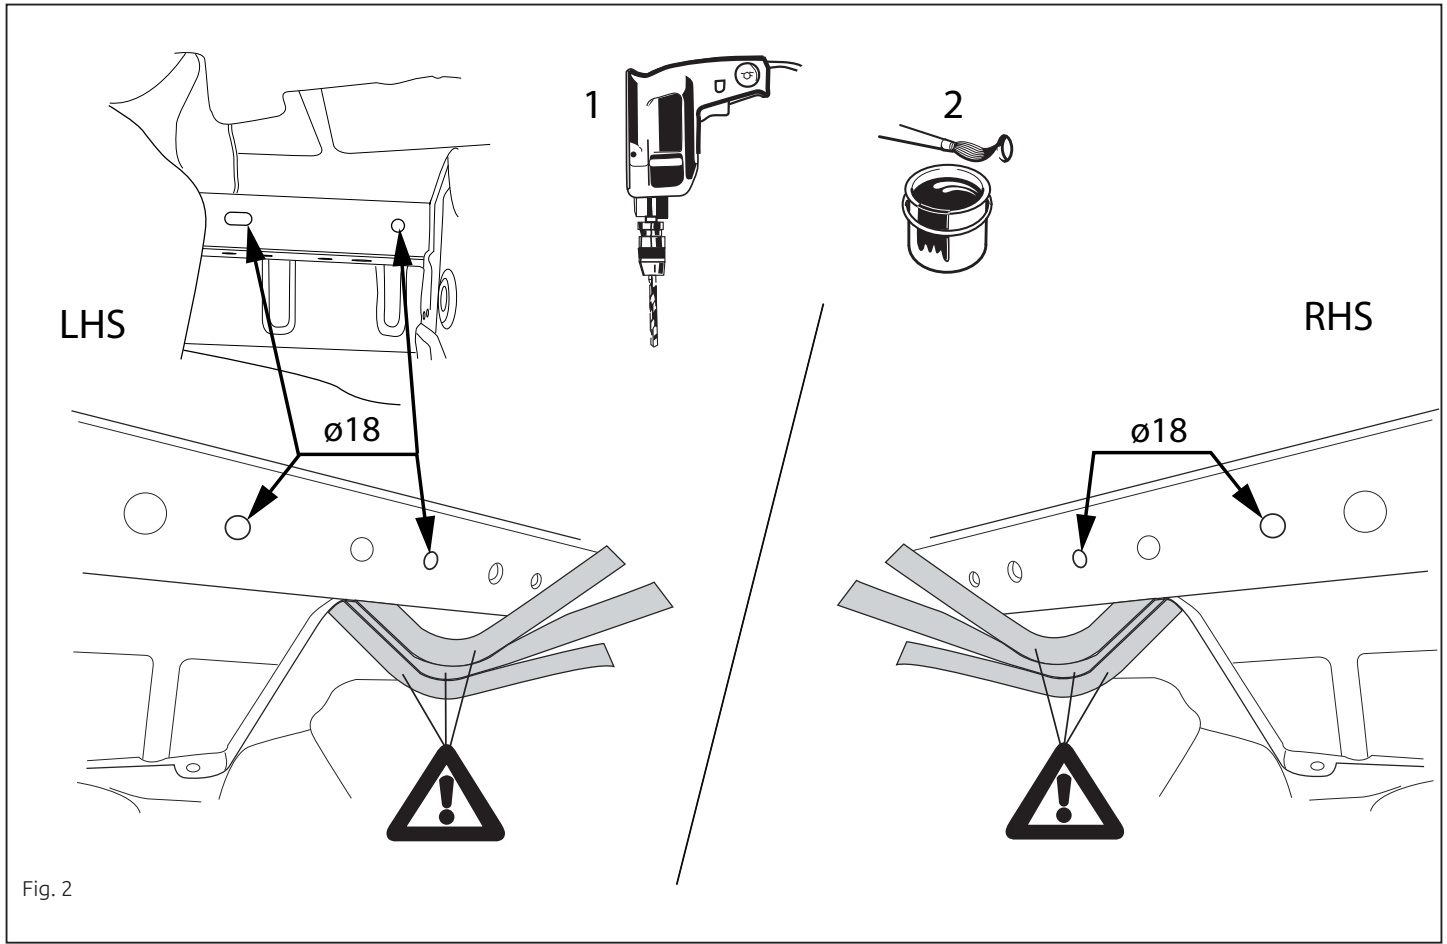

Fig. 2
5. Увеличить отверстия 10 мм на нижней стороне шасси до получения диаметра 18 мм. См. рисунок 2